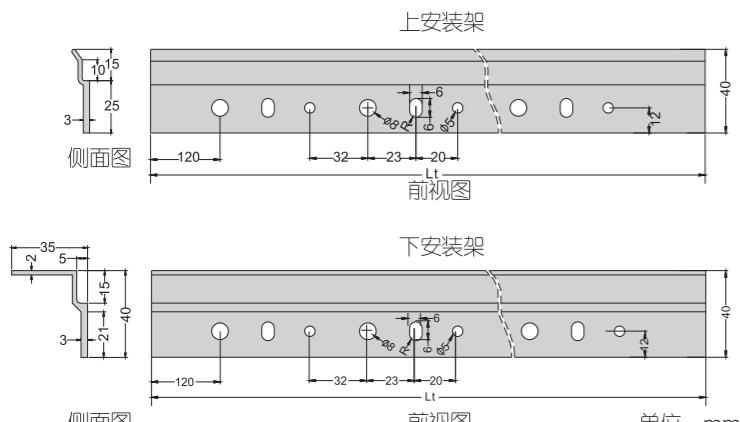

图 8
1. 每套银幕配有一套安装架，每个安装架有多组安装孔，每组有3个孔，安装架相关规格尺寸见图8。